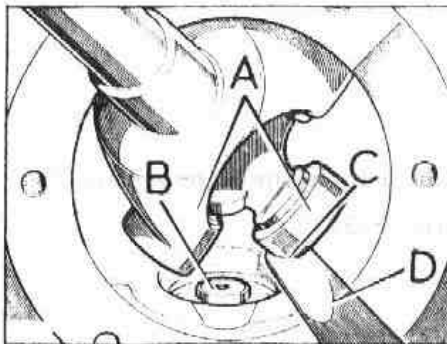

Fig. F-19 Comprobación del juego entre las horquillas del semieje y pivotes
- 2.2. Girar el semieje y verificar que existe un juego mínimo de 0,050" (1,2 mm) entre la horquilla, A (Fig. F-19) del semieje y las caras de los pivotes, B. Esta comprobación se hará respecto a los extremos superior e inferior del pivote cuando las horquillas formen un ángulo, con el radio achaflanado, C, lo más cerca de la cara del extremo del pivote.